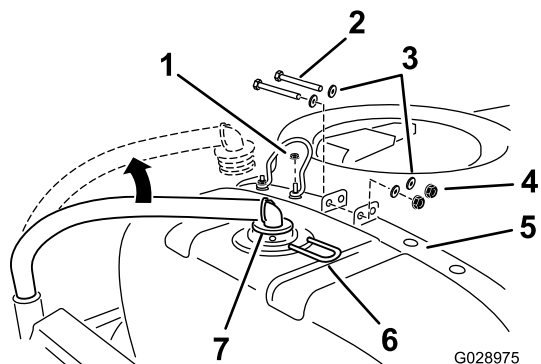

Figure 7
4. Débranchez le flexible d'alimentation à l'arrière et en haut de la cuve principale (Figure 7).
5. Enlevez l'étrier de fixation du raccord et déposez le flexible (Figure 7).
7. Retirez le contre-écrou intérieur qui fixe la butée du couvercle de la cuve à la sangle arrière gauche (Figure 7).